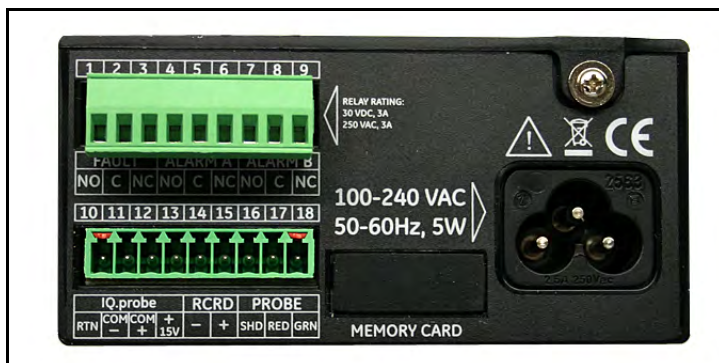

Abbildung 27: Unterer Stecker entfernt
- Ziehen Sie den Stecker von der unteren Klemmenleiste an der Rückseite des **dew.IQ** ab (siehe Abbildung 27 unten).
Beachten Sie *Tabelle 2* unten, um den analogen Schreiber an die Stifte 14 und 15 an der unteren Klemmenleiste und an der Rückseite des **dew.IQ** anzuschließen (siehe *Abbildung 22 auf Seite 22* oder *Abbildung 27 auf Seite 25*).